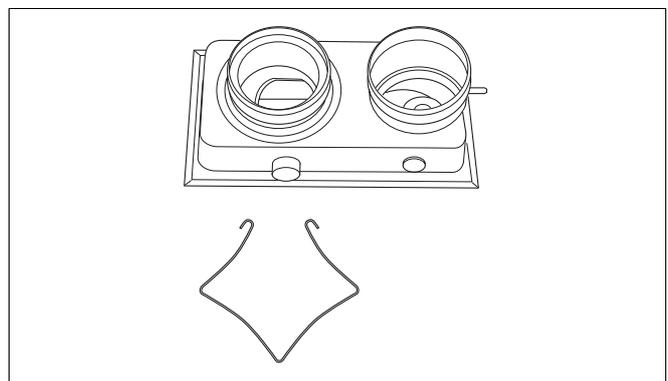
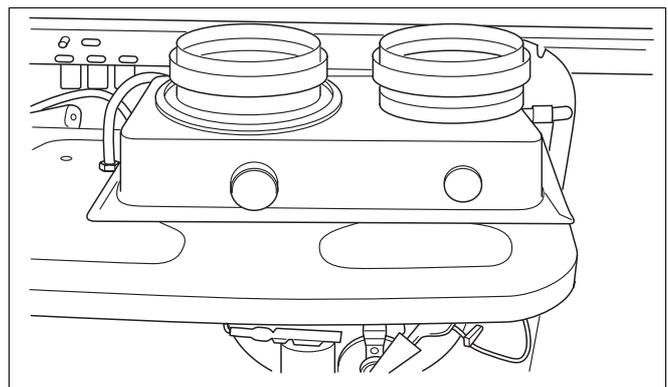

Abb. 9 Abgasanschlussstück für parallele Luft- / Abgasführung (Zubehör)
Abb. 10 Paralleler Luft-/Abgasanschluss
- Verbrennungskammer öffnen. Abgasanschlussstück für parallele Luft-/Abgasführung (Zubehör) auf das Gerät aufsetzen und mit der Klammer an der Innenseite des Gerätes befestigen (siehe Abb. 9 und Abb. 10). Die Klammer wird dabei von unten in die Nut des Abgassystems geschoben.